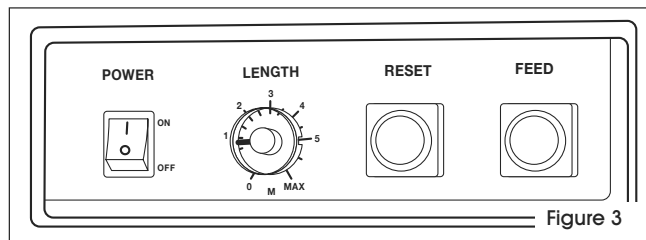

Figure 3
1. Pour régler la longueur de feuillard distribuée : Déterminez la longueur de feuillard dont vous avez besoin. Ajustez le contrôle de 0 à 6. Les longueurs sont indiquées en mètres. 1 = 3 pi de feuillard. Exemple : pour 6 pi de feuillard, choisissez « 2 ». (Voir Figure 3)
2. Mettez l'appareil en marche, « ON ». Laissez la cerceuse se réchauffer de 3 à 4 minutes. Le feuillard ne se scellera pas si la lame de chauffage n'est pas assez chaude. (Voir Figure 3)
3. Préalimentation du feuillard : Maintenez le bouton d'alimentation « FEED » enfoncé jusqu'à ce que la longueur de feuillard souhaitée soit distribuée. (Voir Figure 3)
Le feillard se coince au moment de couper et de sceller.	Vérifiez si le feillard peut être retiré de la porte latérale droite. (Voir Figure 1) 1. Éteignez la machine et ouvrez le couvercle supérieur. Vérifiez si le feillard est coincé entre la barre de pression et la barre avant. (Voir Figure 2) 2. Si le feillard est coincé entre la barre de pression et la barre avant : a. Glissez la plaque LS1 vers l'arrière de la machine jusqu'à ce que la plaque et le séparateur se détachent. b. Extrayez l'élément chauffant des deux vis. c. Extrayez les ressorts de la barre de pression, de la barre avant et du montant de la barre arrière. Soulevez les barres. d. Nettoyez les barres et les trous carrés. e. Enduisez les barres d'un léger lubrifiant, tel que le WD-40^{MD}, puis réinsérez les barres. f. Fixez de nouveau les ressorts au montant. Remplacez l'élément chauffant, la plaque LS1 et le séparateur, en vous assurant que le bras LS1 est placé dans la fente du séparateur. g. Assurez-vous que la rainure sur le côté inférieur droit de la plaque LS1 est placée de façon à ce que la pointe de la barre avant se trouve dans la rainure lorsqu'elle est levée. (Voir Figure 3)